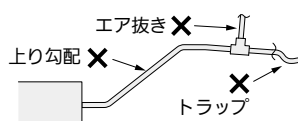

図 8
- 接続部より上り勾配で配管しないでください。（ユニット停止時、ドレン水が逆流して水漏れの原因になります）（図 8）
- エア抜き管は付けしないでください。（ドレン水が吹き出ることがあります）（図 8）
- 途中に立上げやトラップを作らないでください。（異常音の原因になります）（図 8、10）